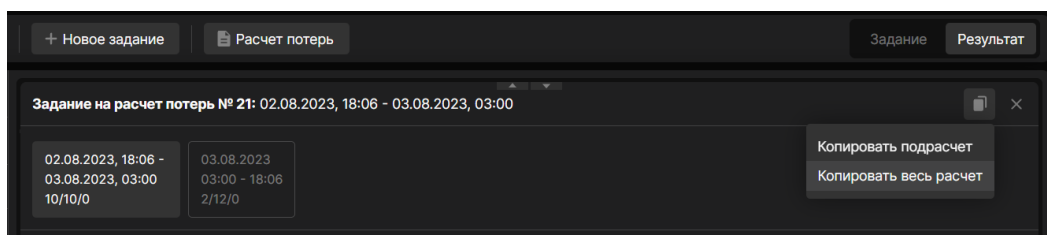

Рисунок 5.100 Кнопка «Копировать» данные в буфер Системы
3. На форме «Результат расчета» нажать на кнопку «Копировать» и выбрать действие «Копировать весь расчет» (Рисунок 5.100).